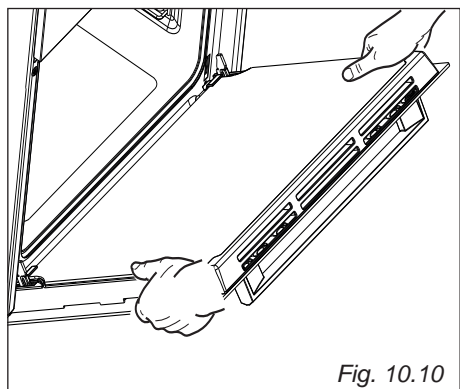

Fig. 10.10
- Impugnare la porta come illustrato in fig. 10.10.